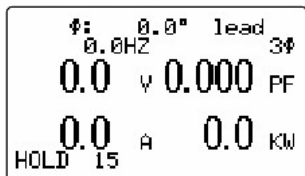

Imagen 1 (5-11)
- * Si al pulsar la tecla REC (3-6, Imagen 1) se muestra "NO DISK" en la esquina inferior izquierda, significa que no hay ninguna tarjeta microSD en su slot. Pulsar de nuevo la tecla REC (3-6, Imagen 1) para que el aviso desaparezca de la pantalla.